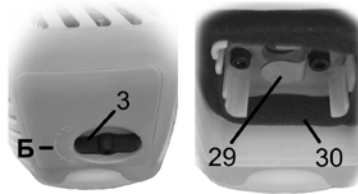

Рисунок 7
5.1.2 Натисніть пальцями (між кришкою та паливним баком) на важіль розблокування кришки повітряного фільтра з внутрішнього боку, щоб фіксатор (29, рисунок 7) розблокував кришку.
5.1.4 Витягніть повітряний фільтр (30, рисунок 7) і ретельно промийте його спочатку в мильному водному розчині, потім у чистій теплій воді.